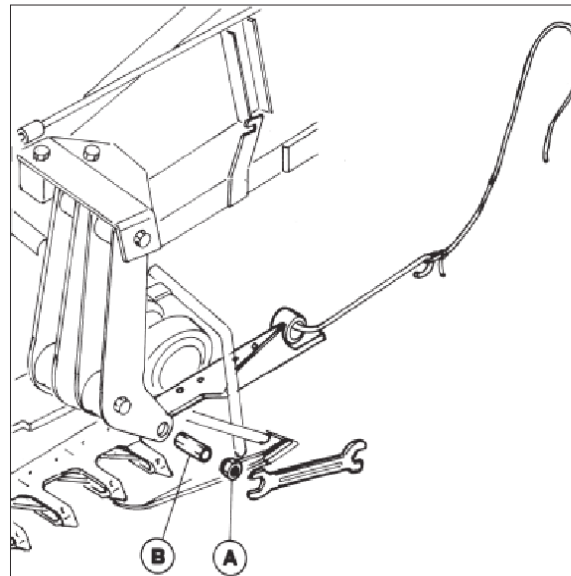

FIG. 9.1
Per estrarre la lama di taglio, allentare e sfilare il dado (A) e la boccia (B) (Fig. 9.1).
Para extraer las cuchillas de corte, aflojar y extraer la tuerca (A) y el casquillo (B) (Fig. 9.1).
To replace blade loosen and remove nut "A" and bush "B" as shown in drawing (Fig. 9.1).
Pour extraire la lame de coupe, desserrer et enlever l'écrou (A) et la bague (B) (Fig. 9.1).